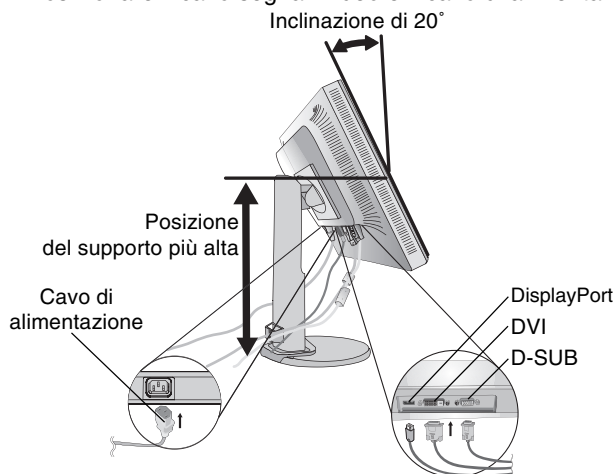

Figura B.1
3. Appoggiare le mani su entrambi i lati del monitor per inclinare lo schermo LCD di 20 gradi e alzarlo alla posizione più alta (**Figura B.1**).
4. Collegare tutti i cavi al connettore appropriato sul retro del monitor (**Figura B.1**).